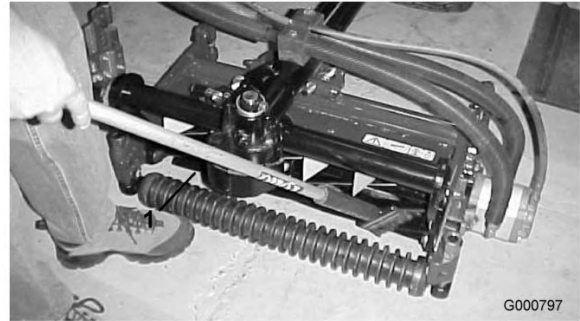

Figura 85
8. Aplique pasta de autoafilado con una brocha de mango largo (Toro Pieza N° 29-9100). No utilice nunca una brocha de mango corto (Figura 85).